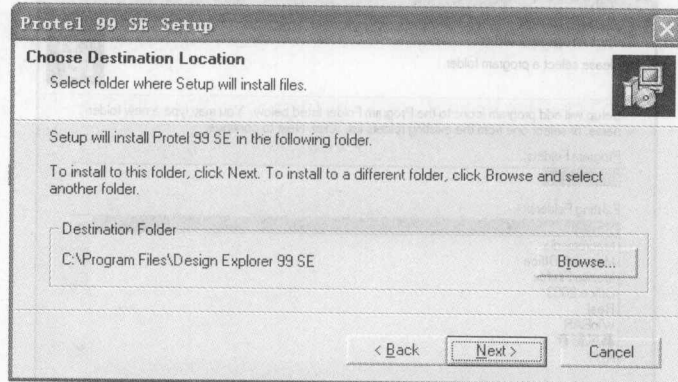

图 1-5 安装路径选择对话框
(5) 在弹出如图 1-5 所示的界面中选择安装路径，图中显示的是默认安装路径：C:\Program Files\Design Explorer 99 SE。单击 Browse 按钮可以选择或修改安装路径，然后单击“Next”按钮。